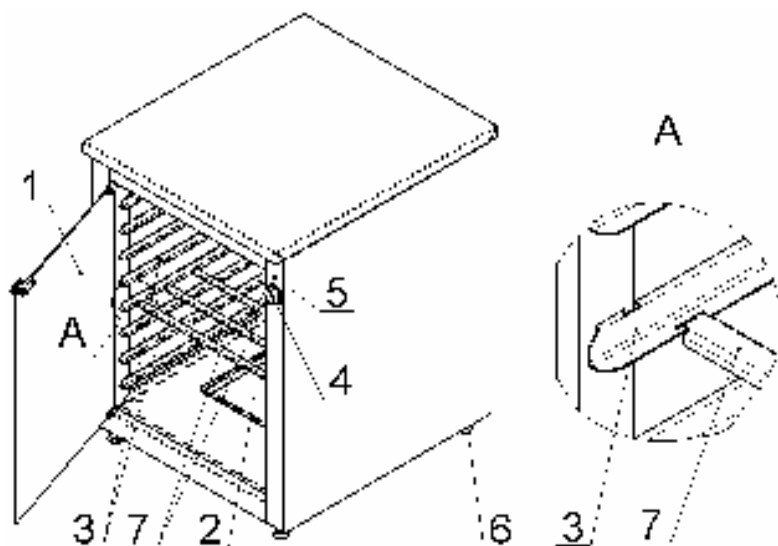

Рис.1
5.1 Общий вид шкафа представлен на рис.1:
Кронштейны уровней (рис.1, поз.3) крепятся в пазах несущих профилей камеры. Для облегчения уборки камеры, кронштейны уровней можно снять и удалить из камеры.
Используя дополнительные кронштейны (рис.1, поз.7), устанавливая их на уровни, как показано на виде А (рис.1), возможно размещать в камере противни или посуду, практически любого размера (только для РТ-530У).
- вынуть ёмкость для воды (рис.1, поз.2) из панели пода камеры шкафа;
5.4 Дверка шкафа (рис.1, поз.1) изготовлена из термостойкого, травмобезопасного стекла. В закрытом положении дверка фиксируется магнитным замком.
7.3 Установите (по часовой стрелке) лимбом терморегулятора (рис.1, поз.4) необходимую, для процесса расстойки, температуру в камере шкафа (должна загореться сигнальная лампа рис.1, поз.5) – шкаф готов к работе.
7.4 Когда, при достижении заданной температуры воздуха в камере сигнальная лампа погаснет, откройте дверку и установите противни или другие ёмкости с продуктами на кронштейны уровней (рис.1, поз.3). Закройте дверку.
7.5 После окончания работы отключите напряжение, подаваемое на ТЭН, установив лимб терморегулятора камеры (рис.1, поз. 4) в положение «0» (сигнальная лампа должна погаснуть).